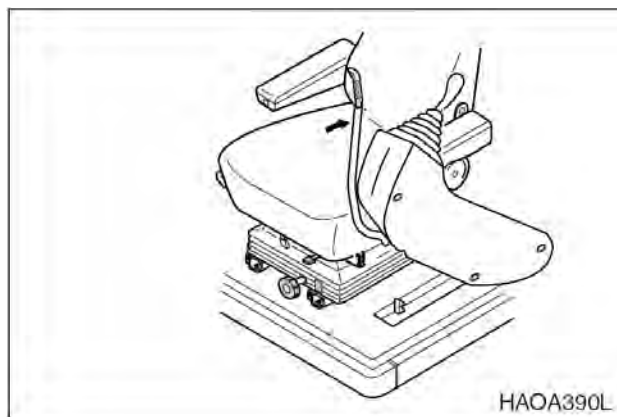

Рис. 104
Покидая машину, необходимо установить рычаг блокировки безопасности в положение блокировки (**LOCK**), рис. 104, в противном случае в результате случайного перемещения рабочих рычагов может произойти серьезная авария.
2. Установить рычаг безопасности в заблокированное положение (**LOCK**), рис. 104.